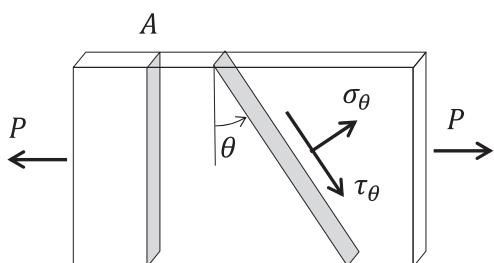

図1
1. 図1に示すように、断面積がAで一様な平板試験片に荷重Pで一軸引張を負荷している状態を考える。応力が一様であるとして以下の問い合わせよ。
- (1) 図1に示すように、試験片断面から角度 $\theta$ 傾いた面に作用する垂直応力の大きさ $\sigma_\theta$ とせん断応力の大きさ $\tau_\theta$ を $\theta$ の関数として求めよ。また、 $\tau_\theta$ の最大値を求めよ。